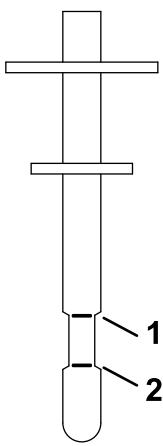

**Figura 70**
5. Retire el tapón del depósito hidráulico (Figura 70).
6. Retire la varilla y límpiela con un paño limpio (Figura 70).